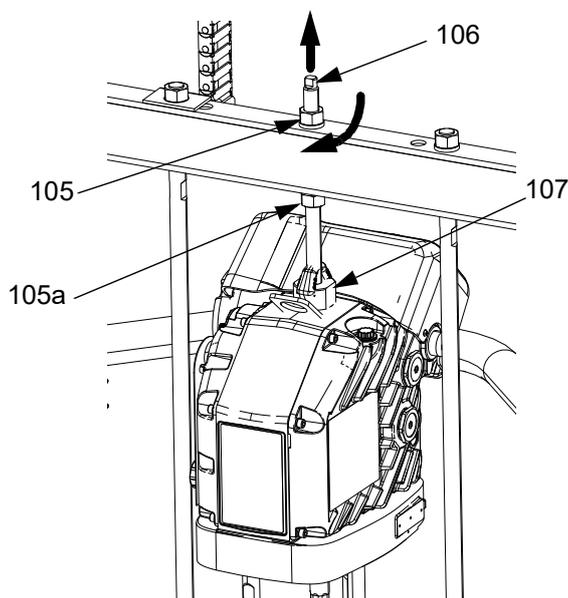

FIG. 45
1. Introduza a bomba volumétrica (AC) na base (AD). Siga os passos de **Ligação da base** na página 50.
3. Ligar o acionador (AB):
- a. Utilize a chave inglesa na porca (105) no topo da barra do êmbolo para descer o acionador (AB) para a bomba volumétrica (AC). Consulte a FIG. 45 na página 51. Enrosque a porca (105) e aperte-a sob a barra do êmbolo. Aperte a porca (105) abaixo da barra de cruzamento para 25 pés-lb (34 N•m) no máximo.